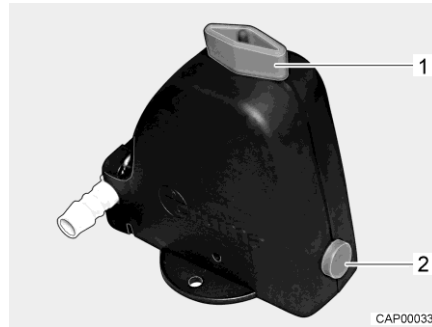

Bild 260 Säkerhets-/avtappningsventil (Truma)
- Öppna säkerhets-/avtappningsventilen (Truma). Vrid då vredet (Bild 260,1) mot säkerhets-/avtappningsventilen. Tryckknappen (Bild 260,2) skjuts ut.